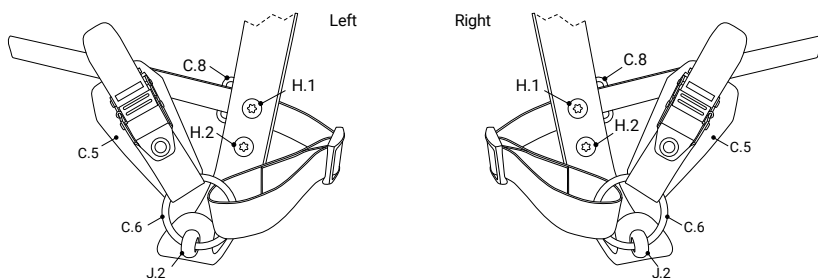
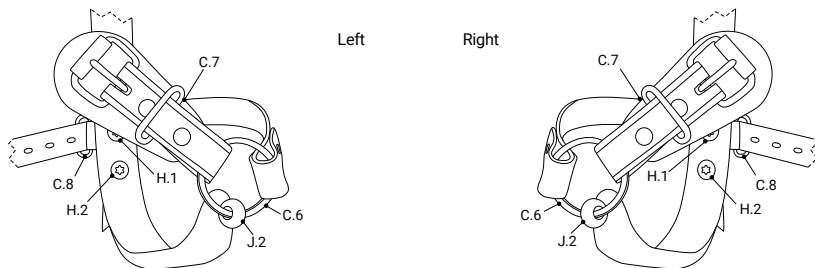

図 4: 下部ラチェットバックルストラップ
図 5: 下部クラシックストラップ
取り付けには、M8x9アイボルト (J.2) が2本必要です。図4 または図5 に示すように配置してください。アイボルトを高強度ネジロック剤で確実に固定してください。
キーリング (C.6) をアイボルトに通し、ストラップとバックルを図4 または図5 に示すように配置してください。キーリングは完全にアイボルトに通してください。
上部と下部のギャフネジを緩めて、取り外します。ガイドアイレット (C.8) のストラップをシャンク (A) とギャフ (B) の間のくぼみに差し込みます。ガイドアイレットを図4 または図5 のように配置してください。付属のM8x25ネジ (H.2) を上部と下部のギャフネジとして使用し、ギャフをシャンクに固定します。この時、上部のギャフネジがガイドアイレットのストラップの穴を通るようにしてください。クラシックストラップをアイレットに通します。